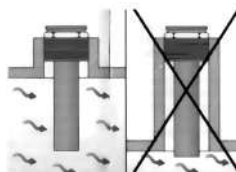

рис. 6
**ПРИМЕЧАНИЕ:** См. Рисунок 6.